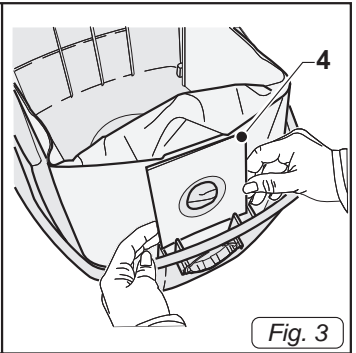

Fig. 3
- Проверить, что внутри прибора установлен бумажный мешок (4 Рис.3).
- Если бумажный мешок (4 Рис. 3) отсутствует, установить его, вставив его жесткую квадратную часть в гнездо в баке.
- Удалить бумажный мешок для сбора пыли (4 Рис.3) и заменить его, как описано выше.